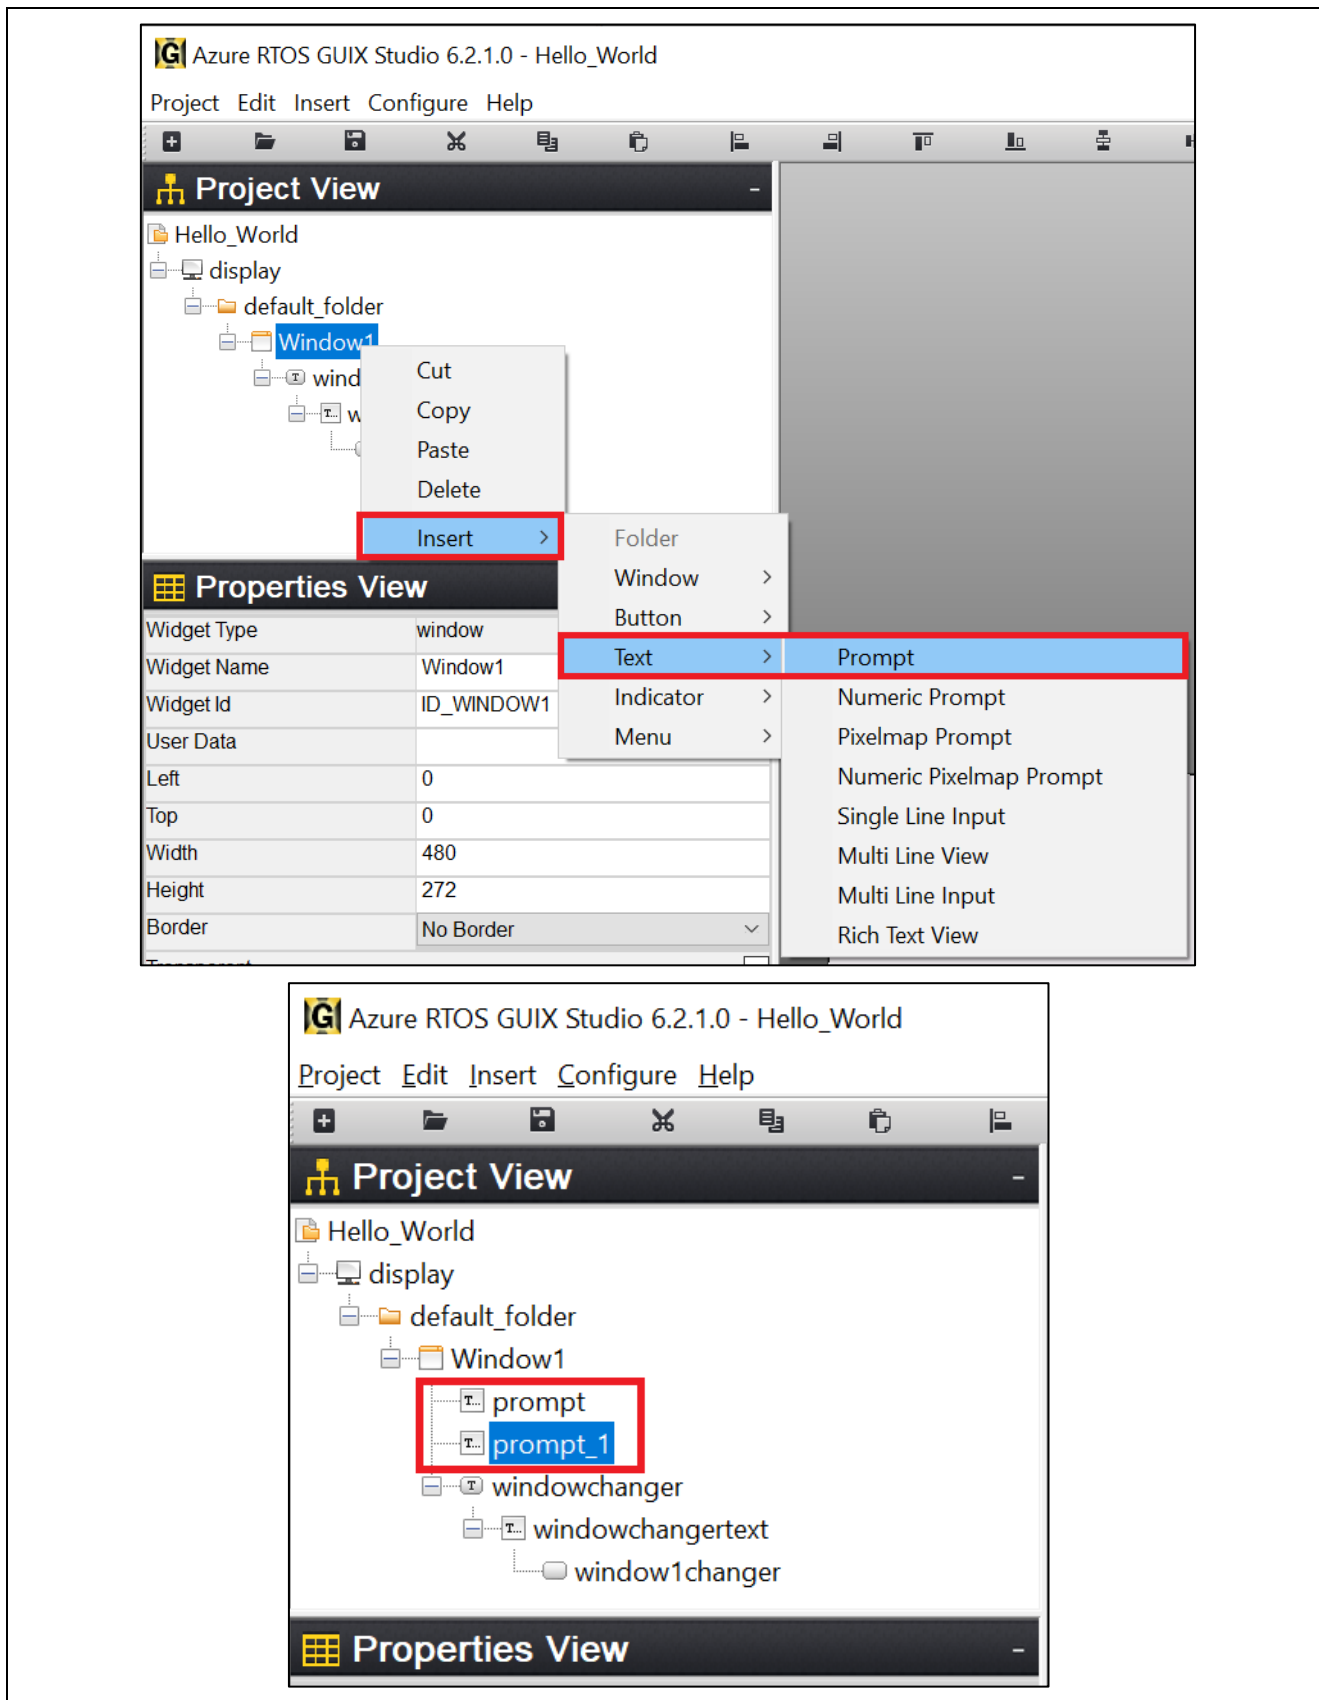

図 54. Prompt の挿入
17. 図 54 のように、Window1 を右クリックし、Prompt を挿入します。2 回挿入を行うと、Prompt、Prompt. 1 のように 2 つの Prompt が表示されます。